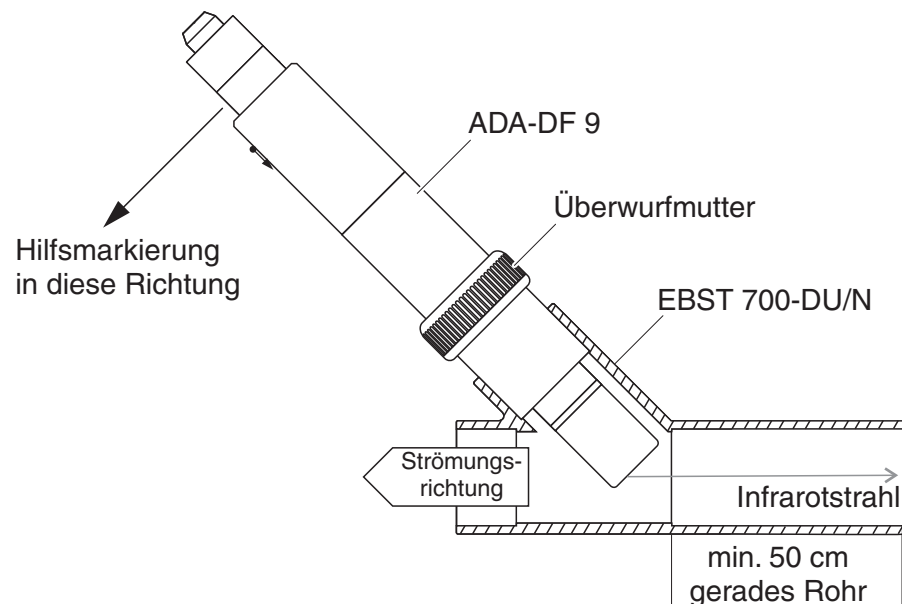

Bild 3-5 Trübungssensor im Rohr mit Durchflussarmatur EBST 700-DU/N
Bild 3-5 zeigt den Einbau in die Durchflussarmatur EBST 700-DU/N zur Installation in eine gerade Rohrleitung (DN 50). Der Infrarotstrahl zeigt parallel zur Rohrachse gegen die Strömung. Die Markierung am Sensor zeigt zur Rohrleitung (siehe Bild 3-5).
- 3 Sensor mit Hilfe des Adapters ADA-DF 9 in die Durchflussarmatur einbauen (siehe Bedienungsanleitung des Adapters). Zum richtigen Positionieren Überwurfmutter an der EBST 700-DU/N etwas lockern und die Hilfsmarkierung wie in Bild 3-5 gezeigt ausrichten. Anschließend die Überwurfmutter festziehen.